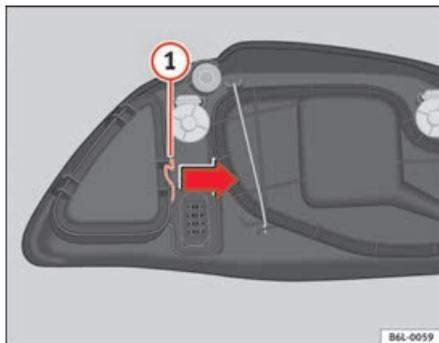

Fig. 155 Luz de presença
- Desloque o tirante ① ⇒ página 228, fig. 155 no sentido da seta e puxe a tampa.